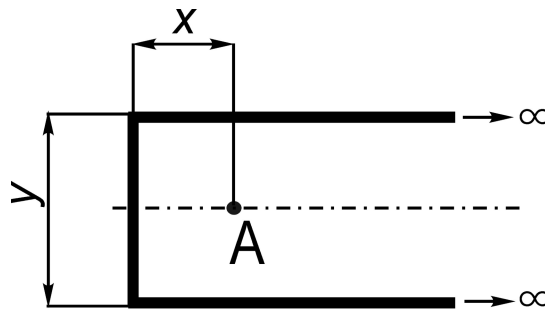

Рис. 8
7. Крыло моделируется П-образным вихревым шнуром. Определить индуцированную скорость в точке А (рис. 8) на оси симметрии в области оперения, если интенсивность вихревого шнура  $200 \text{ м}^2/\text{с}$ , а расстояния  $x = 15 \text{ м}$  и  $y = 48 \text{ м}$ .
9. Крыло моделируется П-образным вихревым шнуром. Определить индуцированную скорость в точке А (см. рис. 8) на оси симметрии в области оперения, если коэффициент подъемной силы крыла равен  $0,5$ , а расстояния  $x = 10 \text{ м}$  и  $y = 28 \text{ м}$ .